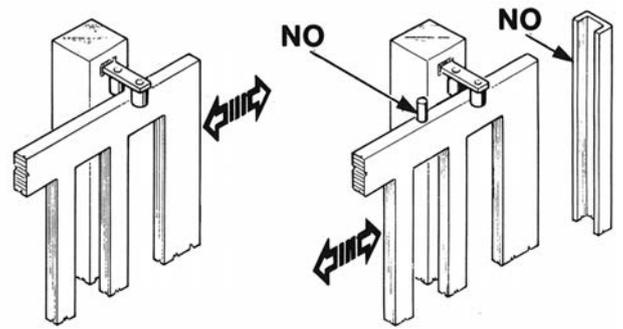

FIG. 3
- Le colonne del cancello devono avere superiormente delle guide antideragliamento (Fig. 3) per evitare involontari sganciamenti.
**N.B.** Eliminare i fermi meccanici del tipo descritto in Fig. 3.